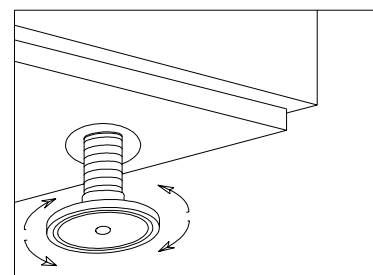

Fig. 1
- Livellare e regolare l'altezza dell'apparecchio. Fig. 1